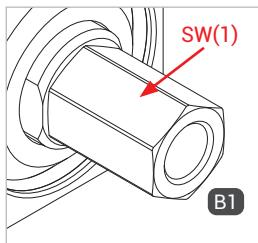

Figure 1
- ▶ Lors du montage de la conduite de fluide « B1 », exercer une contrepression sur le méplat SW (1) (Figure 1) à l'aide d'une clé à fourche.
- ▶ Visser hermétiquement l'entrée fluide « B1 » à l'embout de raccordement de la conduite de fluide (Figure 1).